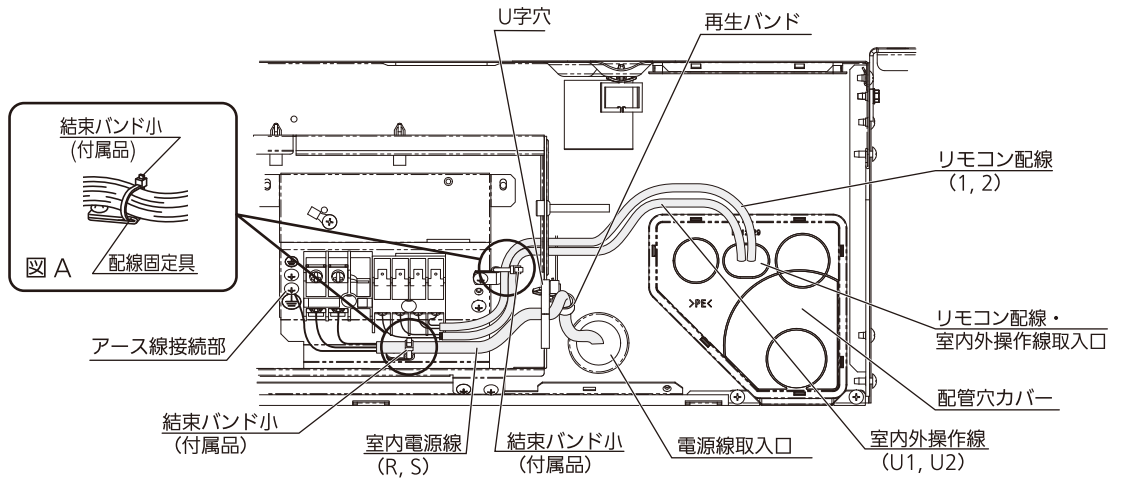

図31
- ワイヤードリモコン使用の場合、配管穴カバーにカッター等で穴を開けて、配線を通してください。(図31)
- 電源線を室内ユニット背面の電源線取入口から電装ボックス側面のU字穴を通し電装ボックスに引き込んでください。(図31)
- リモコン配線および室内外操作線を、室内ユニット背面右側のリモコン配線・室内外操作線取入口から電装ボックスの側面中央の穴を通し、電装ボックスに引き込んでください。(図31)